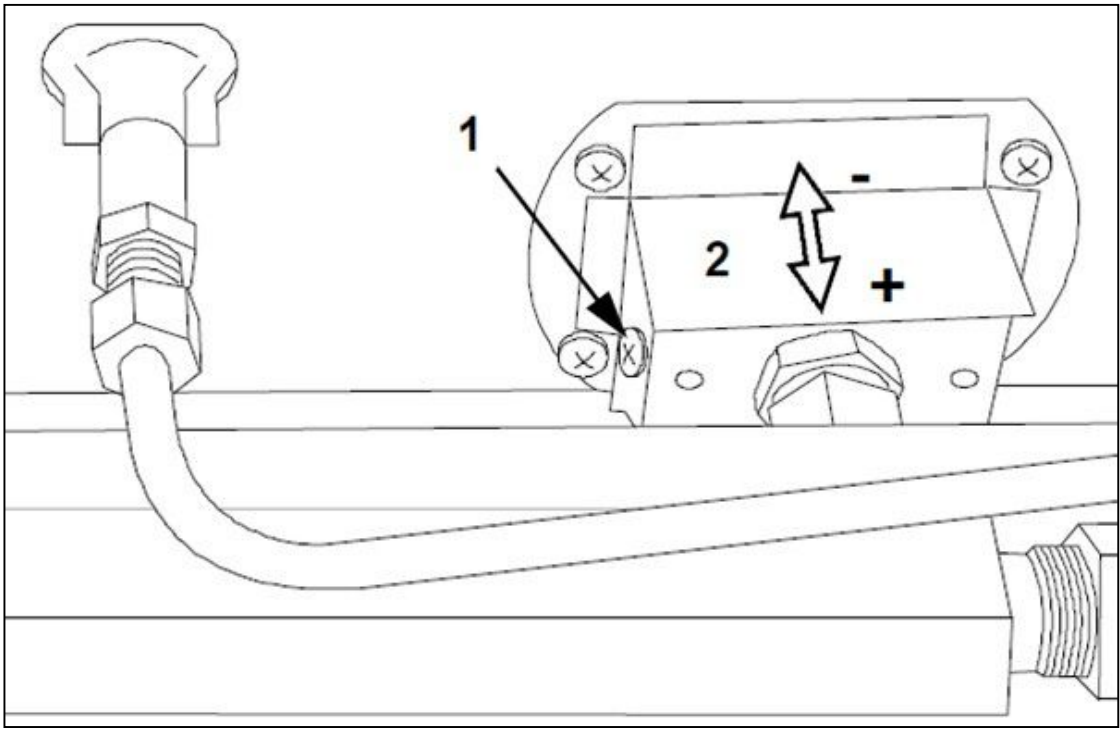

AFBEELDING 7
- 2) Verwijder de borgschroef van de veiligheidsklep (hoofdklep); (FIG. 7-Ref. 1)
- 7) Draai de schroefdraadschroef van de toevoerdruk weer vast (FIG. 7 ref. 1);